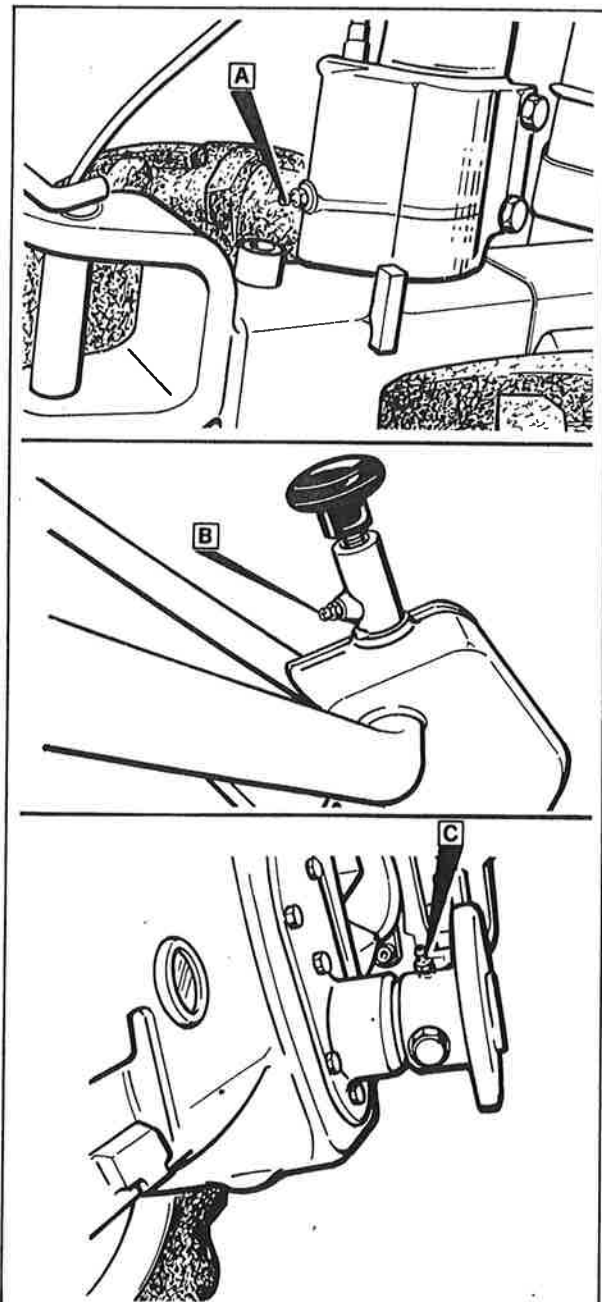

Figure 21. Points de graissage (71 et 71DI)
**Motoculteurs 71 et 71DI (voir la fig. 21)**